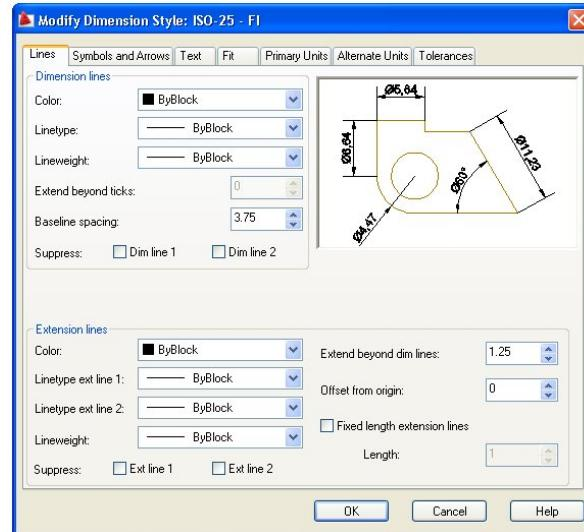

Figura 1.1.73
- Secțiunea **Lines**, figura 1.1.73, include următoarele zone și controale: